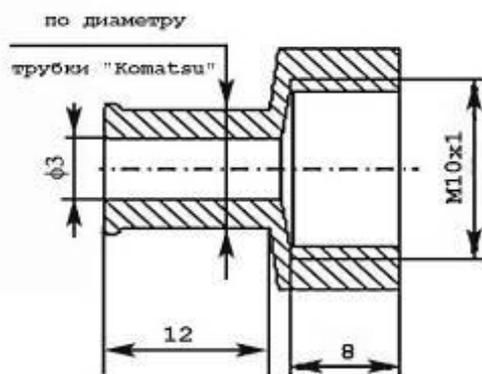

Рис. 7 Переходник
- соединить со штуцером слива топлива с форсунок штатную дренажную трубку "KOMATSU";(при необходимости изготовить переходник по Рис. 7)